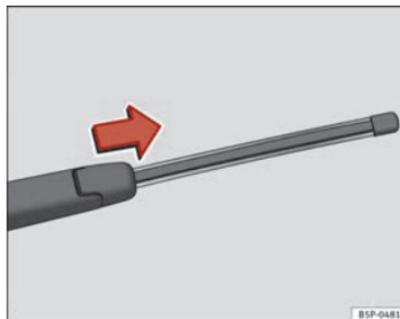

Fig. 132 Extraer la escobilla del limpiaventana
- Separe el brazo del limpiapuneta de la luneta ⇒ fig. 132.
- Deslice el adaptador de la escobilla en la dirección de la flecha y retire la escobilla ⇒ fig. 132.